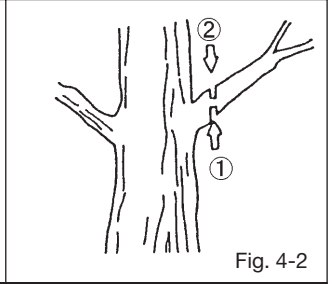

Fig. 4-2
Leikkuuterä (Fig. 4-2, 3)
- When pruning a limb 4 inch diameter or larger, cut as follows: (Fig. 4-2)